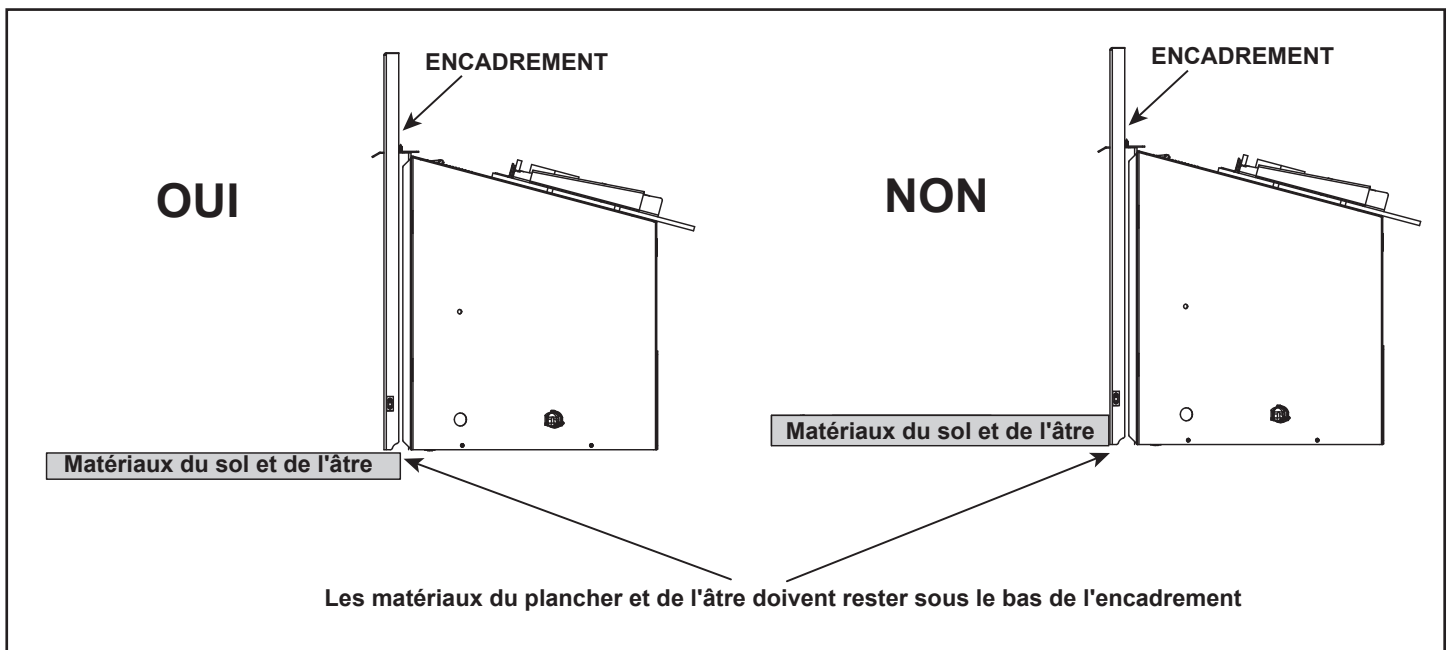

Figure 3.16 Matériaux du plancher et de l'âtre
- Tous les matériaux du plancher et de l'âtre doivent rester sous la partie inférieure de l'encadrement. Voir la figure 3.16.